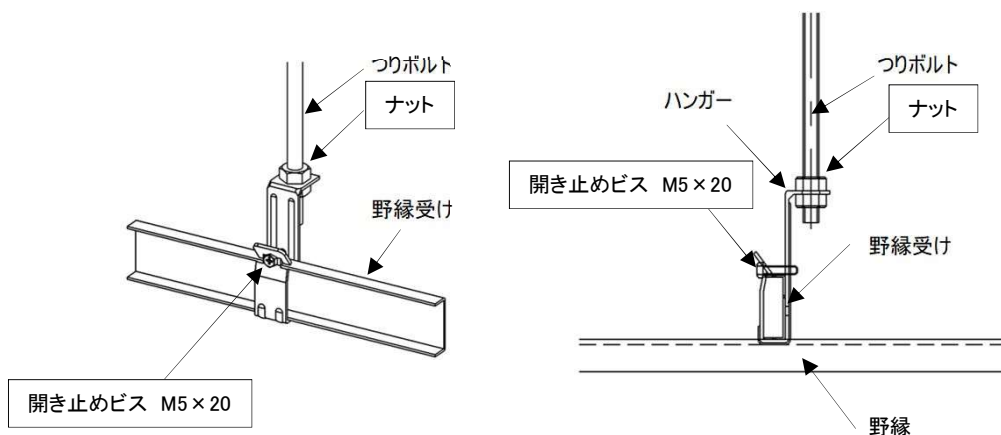

図 2-6 天井レベル確定
- ・野縁受けの脱落防止にハンガーの開き止めビスM5×20を取り付ける。(図2-6参照)